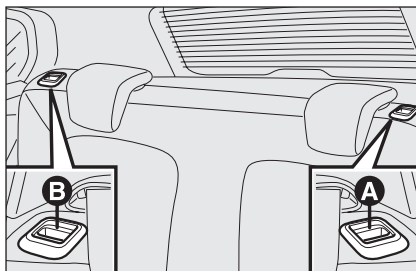

fig. 79
- agire sulle maniglie **A** e **B**-fig. 79 per sbloccare gli schienali e accompagnarli sul cuscino.